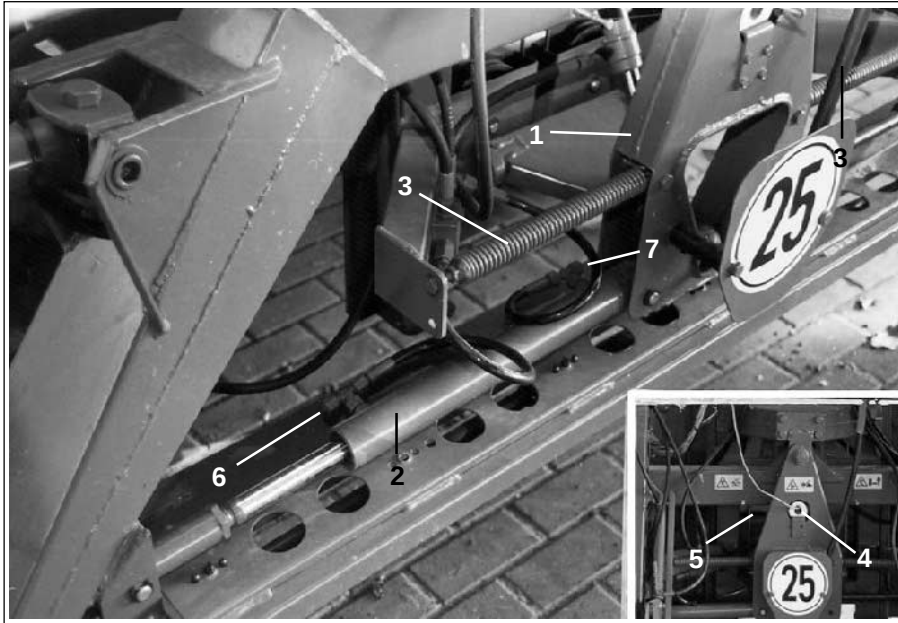

Fig. 10.37
Pour modifier l'assiette de la rampe, le vérin électrique (fig. 10.37/2) repousse le bras articulé (fig. 10.37/1). En actionnant l'interrupteur (fig. 10.38/2), du boîtier (fig. 10.38/1), ce dernier pilote le vérin électrique. En déplaçant le bras articulé, les deux ressorts (fig. 10.37/3) sont soumis à des efforts de tension différents. On obtient ainsi l'assiette de rampe souhaitée.
- Faites pivoter à la main le potentiomètre (fig. 10.37/4) situé sur le galet autour duquel le fil (fig. 10.37.5) est enroulé jusqu'à ce que la diode centrale (fig. 10.38/4) s'allume.